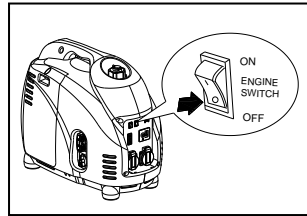

Fig.25
2. Girar el Interruptor Motor en posición "OFF" (Fig.25).